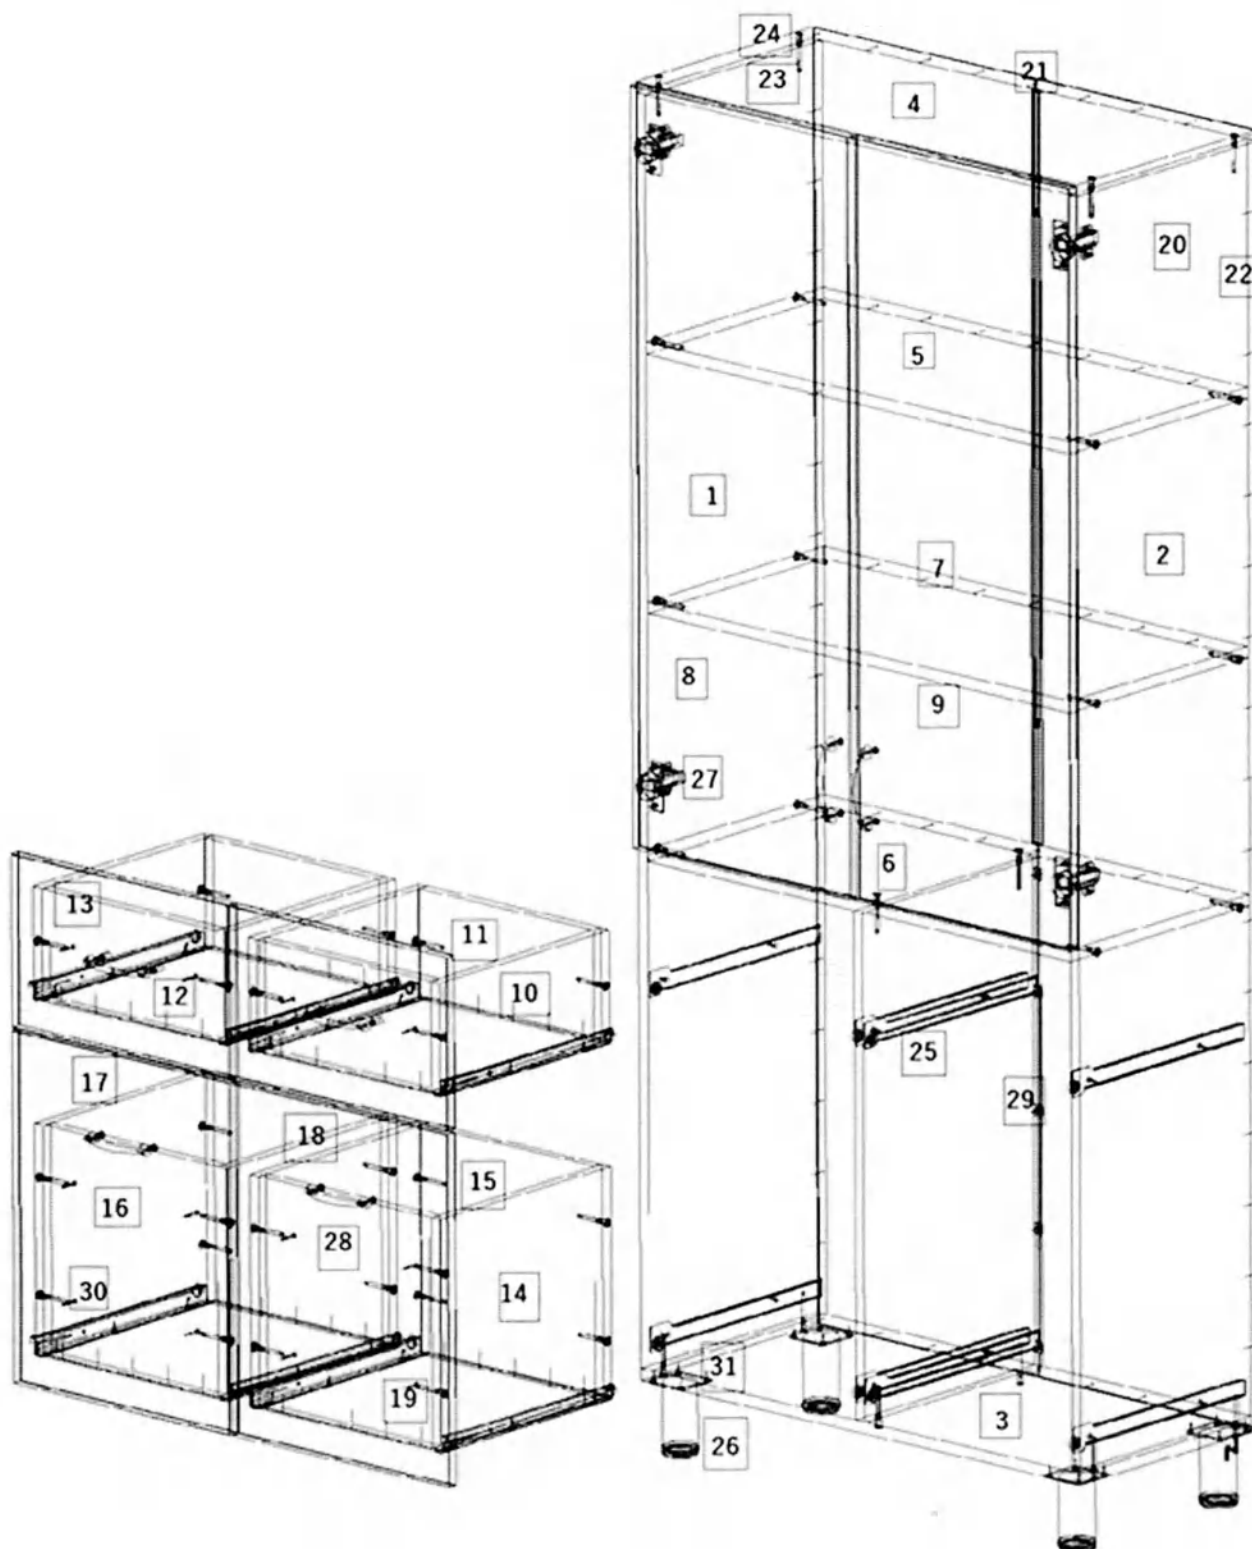

Рис. 1
1. Внимательно ознакомьтесь со схемой сборки, изображённой на рис. 1, сверяясь со спецификацией на изделие. Согласно схеме и спецификации определите расположение деталей в изделии и порядок их сборки. Сборка производится на ровном полу, укрытом материалом, предотвращающим повреждение покрытия пола и деталей мебели. Подготовьте необходимые для сборки инструменты – плоскую и крестовую отвёртки, молоток, рулетку или линейку, шуруповёрт.
2. На боковых стенках (1,2) установите ввинчиваемые дюбели эксцентриковых стяжек (20); установите монтажные планки петель (22). На горизонтальных стенках (5) установите эксцентриковые стяжки (26). Евровинтами (21) соедините боковые стенки (1,2) с горизонтальной нижней стенкой (3) и крышкой (4), установив в пазы задние стенки (6). Между задними стенками устанавливается соединительный профиль (9). Закрепите заднюю стенку в пазах уголками (27). Установите и закрепите горизонтальные стенки (5), гвоздями (19) зафиксируйте к ним задние стенки. На горизонтальной нижней стенке (3) шурупами (28) закрепите опоры (23).
3. На дверях (7,8) шурупами 4x16 (28) закрепите петли (24), установите ручки (25). Для правильной установки ручек на фасад из алюминиевого профиля, в отверстия в стекле должны быть установлены втулки (18), ручки крепятся винтами (17) (усилие не должно быть чрезмерным, чтобы избежать повреждения стекла). Закрепите двери к боковой стенке шкафа. Отрегулируйте положение дверей винтами петель.
4. Сборка антресоли. Евровинтами (21) соедините боковые стенки (10,11) с горизонтальной нижней стенкой (12) и крышкой (13), установив в пазы заднюю стенку (14); установите